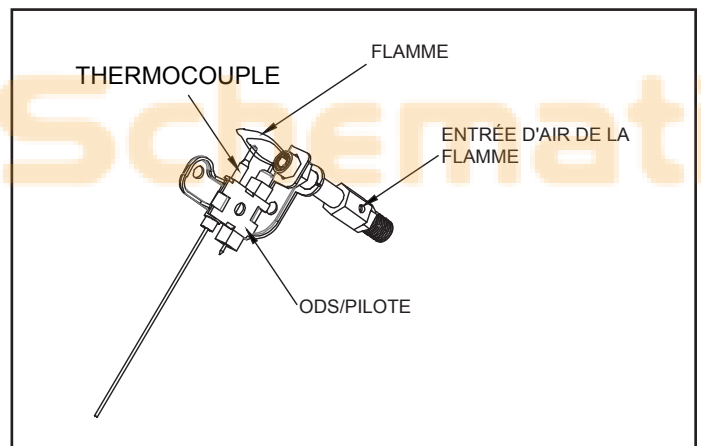

Fig. 5 –Brûleur pilote
Gardez la zone du radiateur exempte de matériaux combustibles, d'essence et d'autres vapeurs et liquides inflammables. Gardez les événements (fentes situées en bas et en haut à l'avant du radiateur) dégagés en tout temps pour que l'air de combustion et de ventilation ne soit pas obstruée. La flamme devrait être bleue (et non jaune) et s'élever au-dessus du thermocouple. La flamme entourera le thermocouple juste en dessous de l'extrémité (consultez la figure 5). Il peut y avoir une flamme légèrement jaune là où se rejoignent la flamme pilote et la flamme principale du brûleur. Le brûleur doit être orange vif et le contour doit être légèrement bleu (un voile rouge-orange est acceptable); il ne doit y avoir aucune flamme visible. Une flamme bleue qui se déploie indique une accumulation de poussières, de peluches ou de toiles d'araignée à l'intérieur du brûleur principal. Si la flamme est jaune ou s'il y a une flamme visible sur le brûleur, un nettoyage peut être requis. Suivez les instructions qui suivent afin d'inspecter le brûleur principal. Il est nécessaire d'examiner régulièrement l'orifice et le venturi du brûleur pour s'assurer qu'ils sont exempts d'insectes, de nids ou de toiles d'araignée pouvant s'accumuler au fil du temps. Il est fortement recommandé que la présente procédure d'entretien soit effectuée annuellement. Un tuyau obstrué peut provoquer un incendie.
6. Inspectez et nettoyez la flamme (attachée à un support) en utilisant un aspirateur ou en appliquant une pression d'air dans les trous de la flamme, comme indiqué par les flèches à la figure 5.